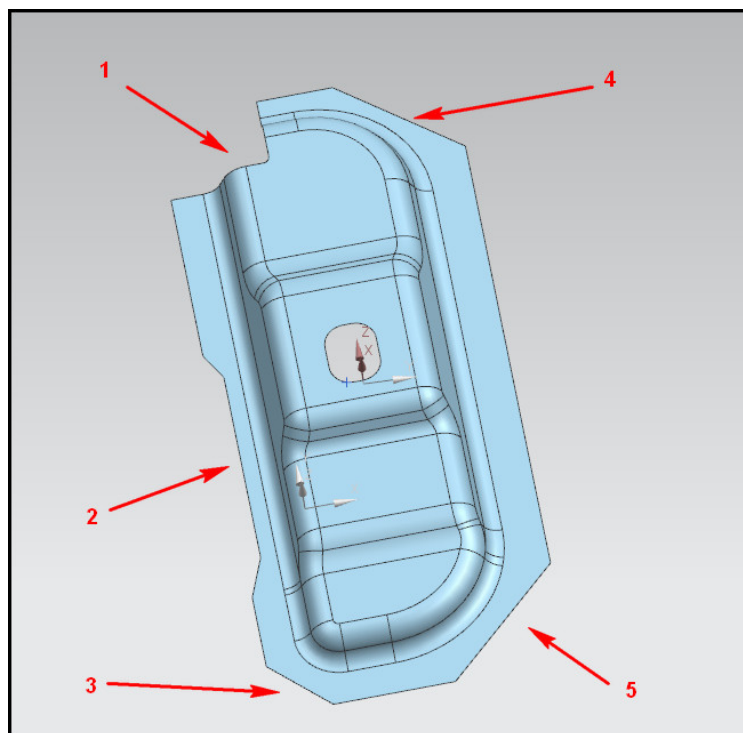

Рис. 7.10. Места редактирования поверхности
- Для начала работы необходимо изменить геометрию детали, чтобы ее можно было получить вытяжкой. Необходимо создать дополнительные поверхности на местах, отмеченных на рис. 7.10.